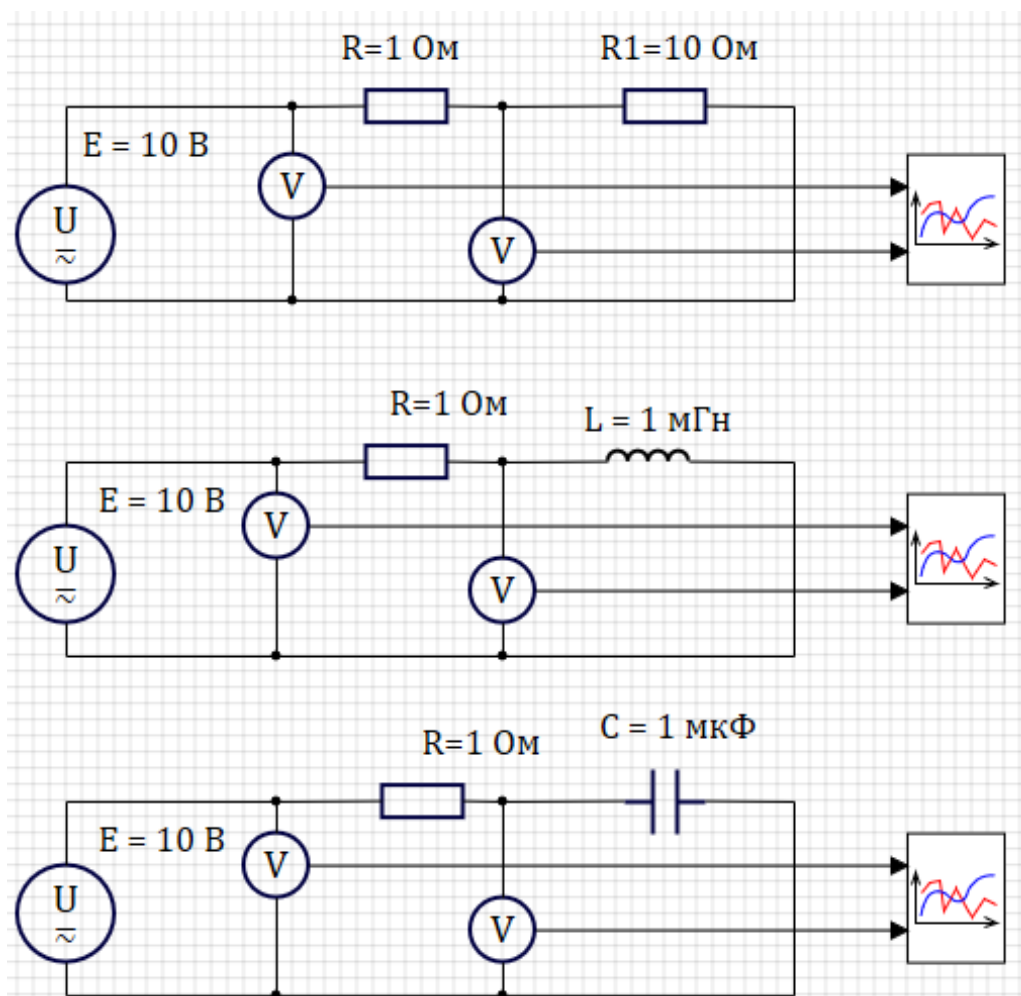

Рис. 6.1
1. Последовательно смоделировать в системе SimInTech цепи постоянного тока, приведенные на рис. 6.1, используя элементы из библиотек ЭЦ – Динамика и Вывод данных.
Соединить блоки между собой в соответствии с рис. 6.1.
– значения свойства **Вид цепи** и значения параметров для правых блоков **RLC-цепь** в соответствии с рис. 6.1.
4. Перед запуском на моделирование задать в окне **Параметры проекта** для каждой схемы отдельно значение параметров **Минимальный шаг (Максимальный шаг)** таким образом, чтобы количество точек для моделирования было не менее 500, не считая начальной точки. Для параметров, приведенных на схемах рис. 6.1, эти значения равны:
На рис. 6.3 приведены результаты моделирования схем рис. 6.1 для $R = 1\ \text{Ом}$.